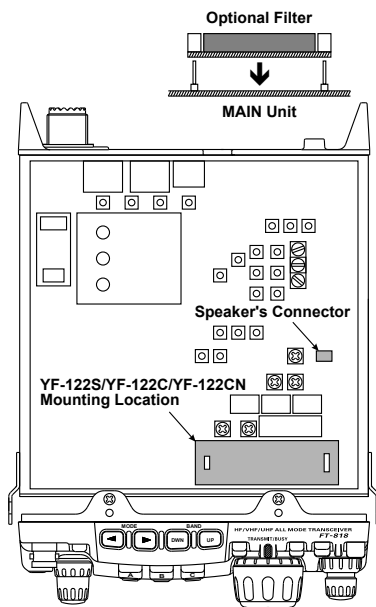

Figura 2
3. Riferirsi alla figura 2 e localizzate la zona sull'unità principale dove va montato il filtro opzionale. Inseritelo nella rispettiva sede premendo delicatamente a fondo dopo aver allineato i contatti dei connettori con quelli posti sul circuito stampato.